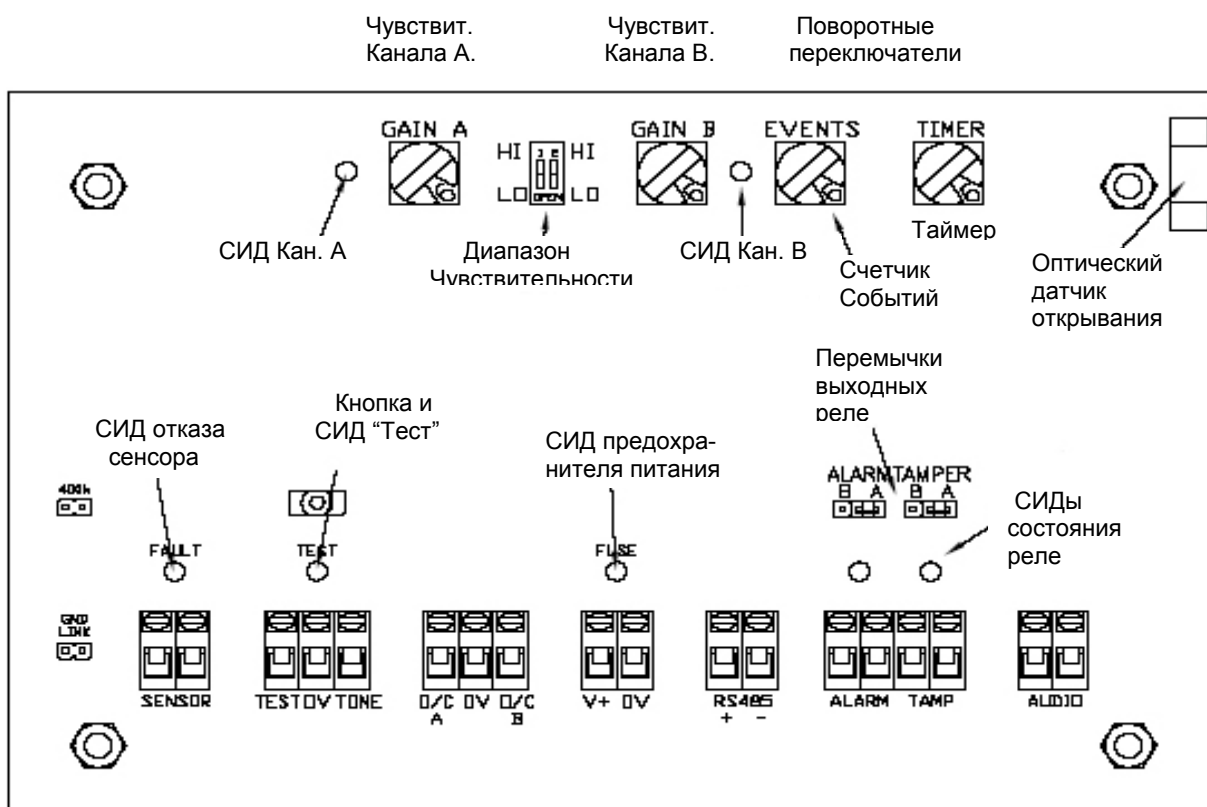

Рис. 2. Переключатели и индикаторы на плате Анализатора GD5000
Анализатор содержит блок местного и дистанционного контроля, позволяющий проверить правильность работы электронной схемы. Режим местного контроля включается путем нажатия кнопки Test, расположенной на плате Анализатора. Для дистанционного контроля работы Анализатора путем замыкания контактов Test и 0V, выведенных на клеммный блок под кнопкой Test и соответствующим светодиодом (Рис. 2).
Используемые в анализаторе GD5000 реле Тревоги и Аварии являются однополярными поляризуемыми. Иногда их называют контактами типа С. На печатной плате имеются переключки, предоставляющие возможность выбора для каждого релейного выхода либо нормально разомкнутых, либо нормально замкнутых контактов. Переключки LK5 предназначена для выбора конфигурации реле Тревоги (ALARM), а LK6 - для выбора конфигурации реле Аварии (TAMP). См. Рис. 2.
В верхней части печатной платы анализатора расположены четыре поворотных переключателя, позволяющие дискретно устанавливать значения от 0 до 9 (Рис. 2).
Анализатор GD5000 имеет также двоянный переключатель диапазона чувствительности (HI-LO), расположенный между левыми поворотными переключателями (Рис. 2). Этот двойной переключатель позволяет выбрать диапазон "низкой" (LO) или "высокой" (HI) чувствительности для каждого из поворотных переключателей (Каналы А и В). Если одну из секций этого переключателя поставить в положение "HI" (Высокая), то расположенный рядом поворотный переключатель работает в диапазоне более высокой чувствительности.
Анализаторы снабжены 7-ю светодиодами (СИД), которые показывают состояние анализатора. См. Рис. 2.
4. Проверьте, что оба светодиода ALARM и TAMP светятся. На рис. 2 показано размещение этих индикаторов на панели анализатора. Если хотя бы один из указанных СИД не светится, то это говорит о повреждении системы. Указания по поиску неисправностей см. в разделе 6.